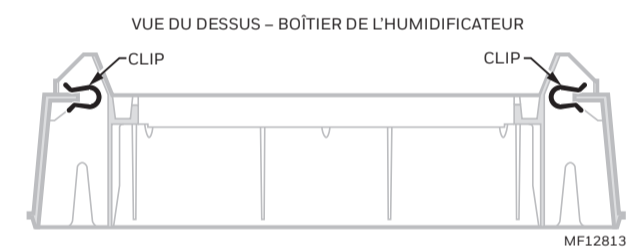

Fig. 4. Mise en place des clips de fixation.
6. Positionnez les clips de fixation comme illustré à la figure 4.